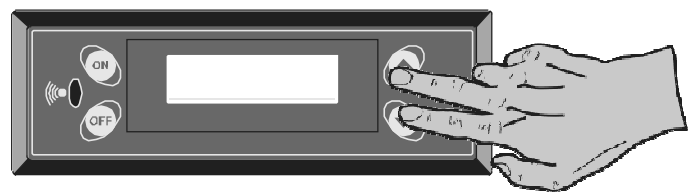

Fig. 7.3
- 1) Appuyer simultanément sur les touches et , l'écran affichera: MENU SET MARCHE Fig 7.3.